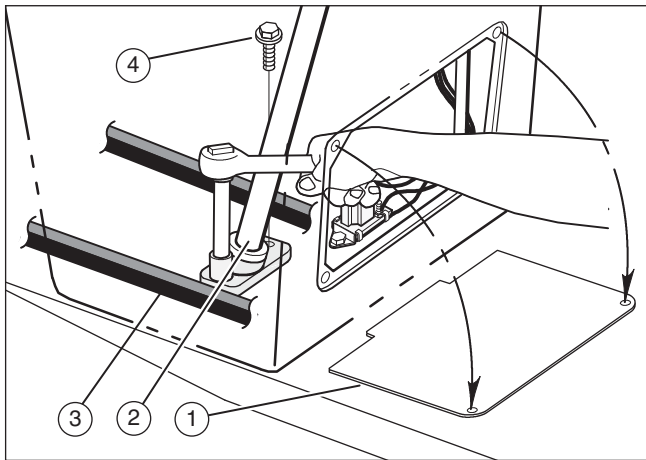

Figur 18
2. Afmonter justeringsmøtrikken (2) fra gearskiftebeslaget (3) (**Figur 18**).
7. Afmonter justermøtrikken (2) fra gearskiftebeslaget (3). Træk drivremmen over gearskiftebeslaget (3) (Figur 18).